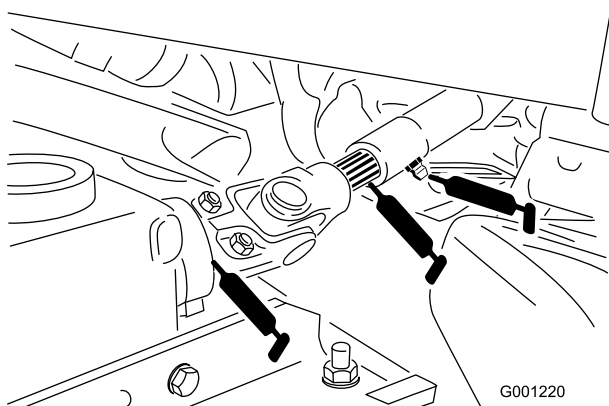

Figura 37
- albero universale della PDF (Figura 37)